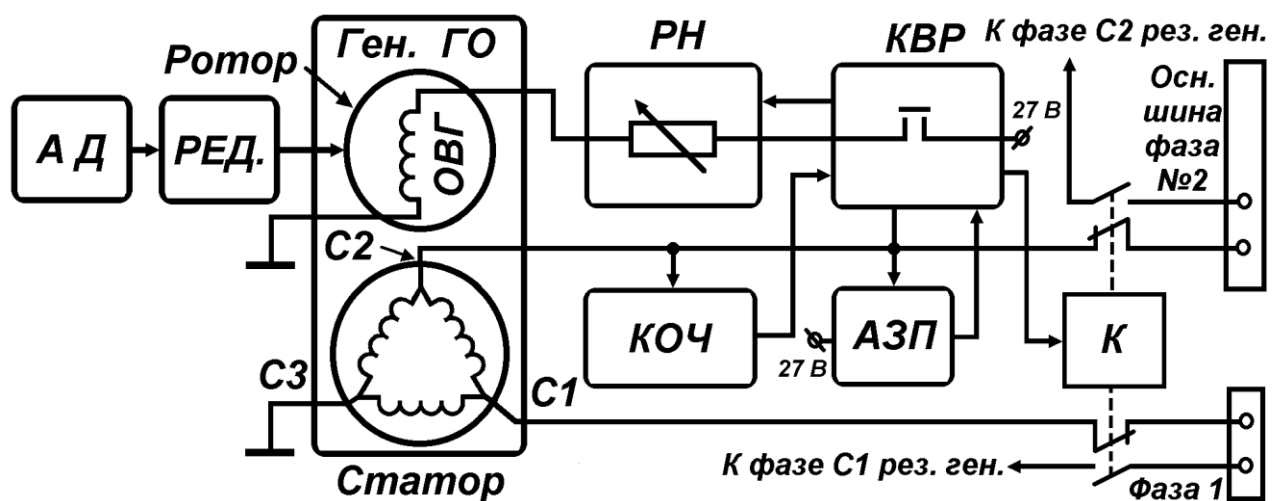

Рисунок 1 - Блок-схема енерговузла змінного однофазного струму
Система електропостачання змінного однофазного струму використовується в комплекті з СЕ постійного струму. Необхідність її застосування виникла в зв'язку з установкою на літаках з турбогвинтовими двигунами системи протизледеніння повітряних гвинтів, для обігріву яких бажано використовувати більш високу напругу, ніж постійний струм напругою 27 В. Як приклад розглянемо енерговузол літака Ан-24 (26). Блок-схема енерговузла змінного однофазного струму цього ВС представлена на рис. 1.